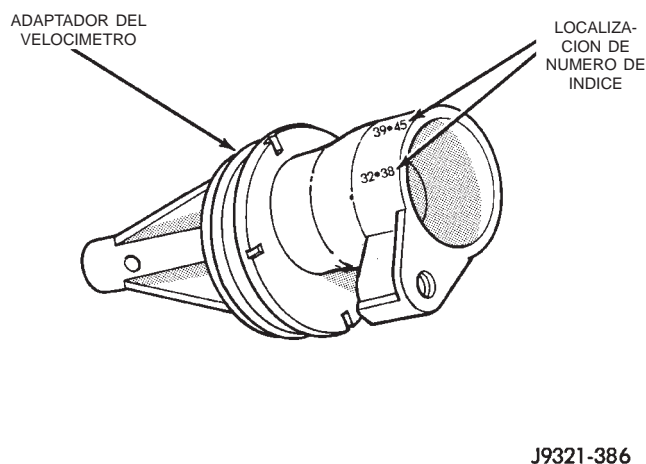

Fig. 5 Localización de números de índice del adaptador del velocímetro
(1) Eleve el vehículo.
(2) Desconecte los cables del sensor de velocidad del vehículo.
(3) Retire la abrazadera y el tornillo del adaptador (Fig. 5).
(4) Retire el sensor de velocidad y el adaptador del velocímetro como conjunto.
(5) Retire el tornillo de retención del sensor de velocidad y retire el sensor del adaptador.
(6) Retire el piñón del velocímetro del adaptador. Reemplace el piñón si está mellado, cuarteado o desgastado.
(7) Inspeccione los anillos O del adaptador y el sensor (Fig. 5). Retire y descarte los anillos O si están desgastados o dañados.
(8) Inspeccione las espigas de terminal del sensor de velocidad del vehículo. Limpie las espigas con limpiador para componentes eléctricos en aerosol Mopar®, si estuviesen sucias u oxidadas. Reemplace el sensor si estuviese averiado o si las espigas estuviesen flojas, muy corroídas o dañadas.
(1) Limpie a fondo el reborde del adaptador y la superficie de montaje del adaptador en la caja. Las superficies deben estar limpias, para permitir la alineación correcta del adaptador y el funcionamiento del velocímetro.
(2) Instale anillos O nuevos en el sensor de velocidad y adaptador del velocímetro (Fig. 5), si fuese necesario.
(3) Lubrique los anillos O del adaptador y el sensor con líquido de transmisión.
(4) Instale el sensor de velocidad del vehículo en el adaptador del velocímetro. Apriete el tornillo de fijación del sensor con una torsión de 2-3 N·m (15-27 lbs. pulg.).
(5) Instale el piñón del velocímetro en el adaptador.
(6) Cuente el número de dientes del piñón del velocímetro. Haga esto antes de instalar el conjunto en la